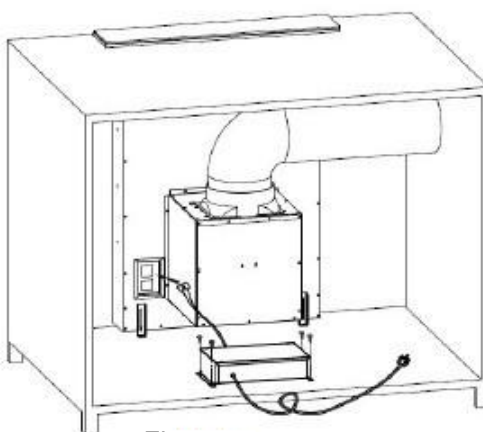

Fig. 5
4. Fixez la gaine sur la sortie et utilisez 4 vis ST4* pour fixer le boîtier du circuit imprimé, branchez le courant et finissez l'installation (Voir fig. 5).